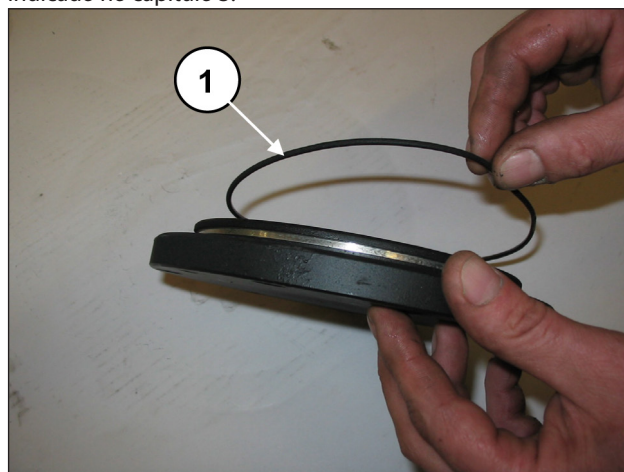
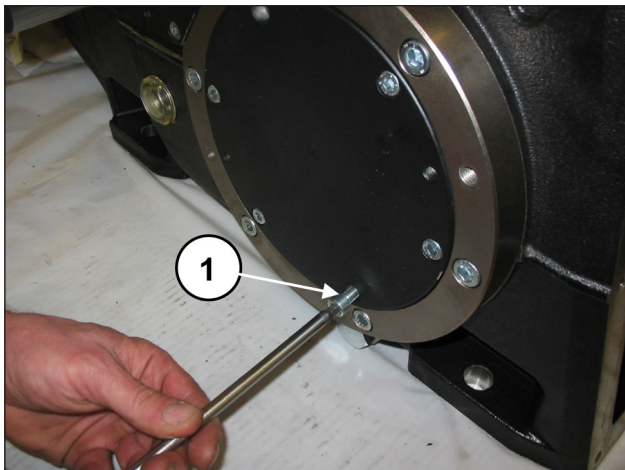

Fig. 89
Fig. 90
Remova a espessura anti-rotação sob o corpo da haste central. Monte as duas coberturas do rolamento (com anel circular relativo) (pos. ①, Fig. 89), mediante 6+6 parafusos M8x20 (pos. ①, Fig. 90).